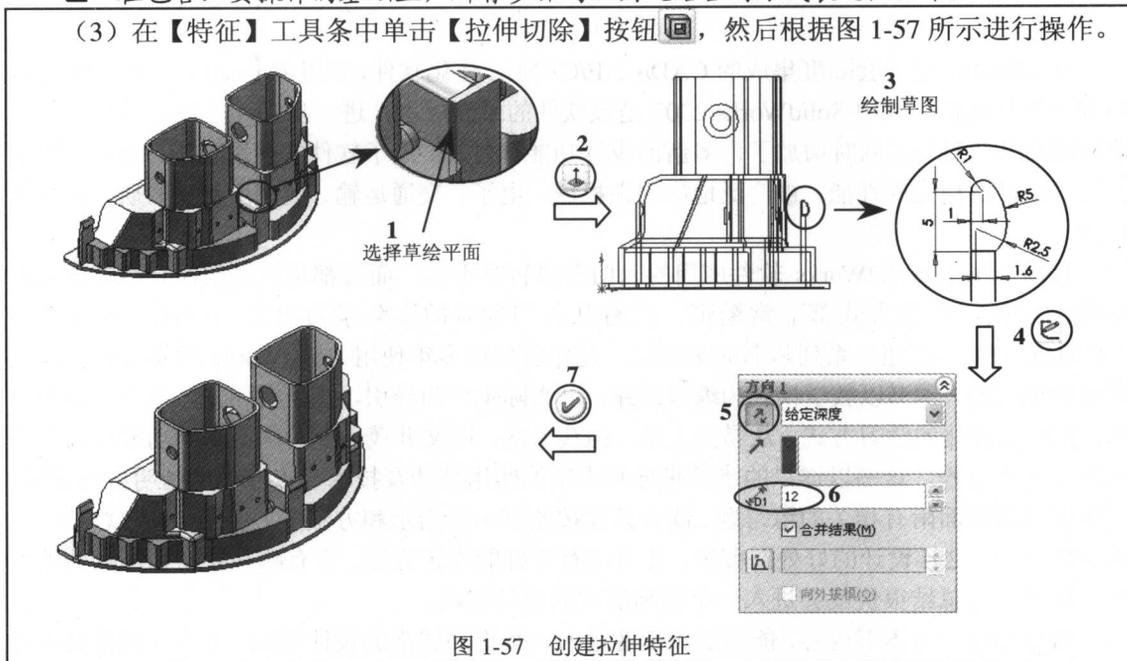

图 1-57 创建拉伸特征
(3) 在【特征】工具条中单击【拉伸切除】按钮，然后根据图 1-57 所示进行操作。